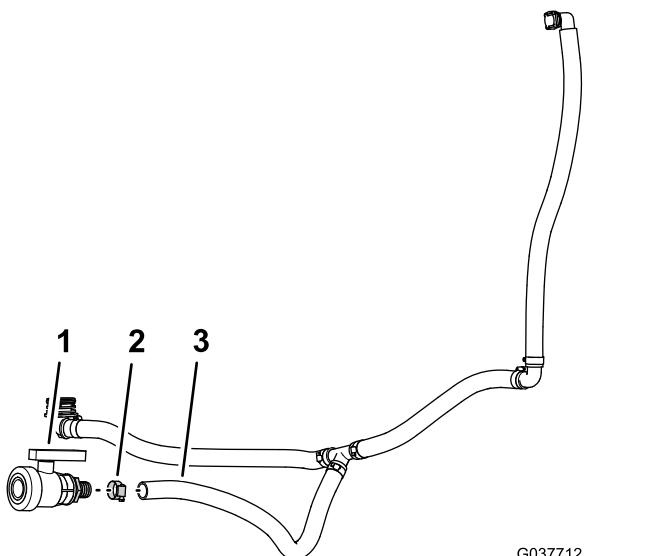

图73
1. 将在5 拆下旁通、排放和搅拌组件\(页码 12\)的步骤6中卸下的排水阀宝塔接头组装到旁通和排水软管总成的排水软管104cm上图73。
2. 使用在5 拆下旁通、排放和搅拌组件\(页码 12\)的步骤6中卸下的软管夹图73将排水阀固定到软管上。